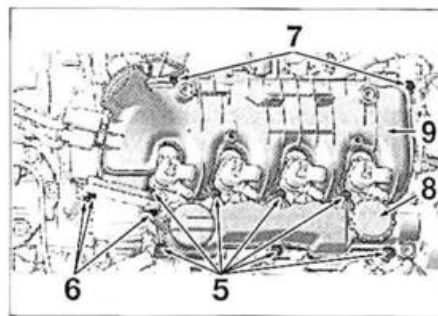

FIG. 47
- los tornillos (5) (fig. 47).
- los tres tornillos (6).
- los tornillos (7).
- la tapa de válvulas (8).
- el colector de admisión (9).